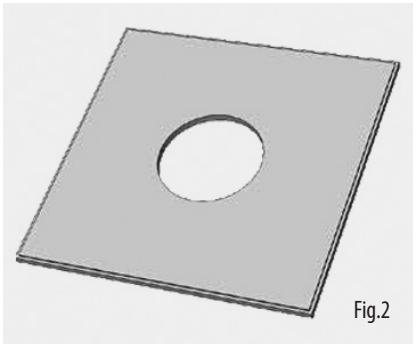
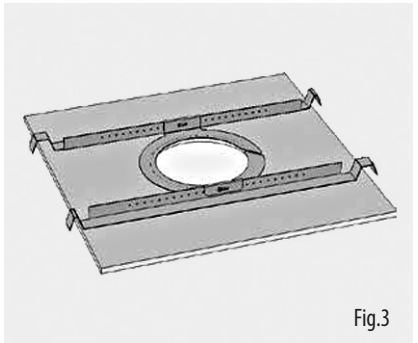

Fig.2
Fig.3
3. Ritagliare il foro nel soffitto utilizzando una sega a tampone. (Fig.2)
Se si utilizza un driver di alimentazione, Tannoy consiglia una regolazione della coppia di 1,5 Nm. (Fig.3)
2. Per il collegamento ad un amplificatore utilizzare i Pin 1 e 2 (Fig.2):
4. Il CVS 4 Micro (EN54) è dotato di un trasformatore da 15 W. Quando viene utilizzato in sistemi a linea distribuita, il trasformatore può essere prelevato a 15 W, 7,5 W e 3,75 W, con un ulteriore prelievo di 1,9 W per sistemi di linea a 70 V. (fig.3)
2. Snijd het gat in de plafondtegels uit met een cirkelzaag of padzaag. (Fig.2) Plaats de C-ring en tegelbrug bovenop het plafondpaneel, lijn de C-ring uit over het gat, en schroef de C-ring aan de tegelbrug met behulp van de meegeleverde bevestigingen. (Afb.3)
Als u een stuurprogramma gebruikt, Tannoy adviseert een aanhaalmoment van 1,5 Nm. (Afb.3)
2. Gebruik pin 1 en 2 (Fig.2) voor aansluiting op een versterker:
4. De CVS 4 Micro (EN54) is voorzien van een 15 W transformator. Bij gebruik in gedistribueerde lijnsystemen kan de transformator worden afgetakt op 15 W, 7,5 W en 3,75 W, met een extra aftakking van 1,9 W voor 70 V-lijnsystemen. (Afb.3)
2. Skär ut hålet i takplattan med en cirkelsåg eller kuddsåg. (Bild 2) Placera C-ringen och kakelbryggan ovanpå takpanelen, rikta C-ringen över hålet och skruva C-ringen på kakelbron med hjälp av de medföljande fästena. (Fig.3)
2. Klipp ut hålet i taket med en kuddsåg, skjut sedan in C-ringen i taket och rikta in det över det utskurna hålet. (Bild 2)
Om du använder en drivrutin, Tannoy rekommenderar ett vridmoment på 1,5 Nm. (Bild 2)